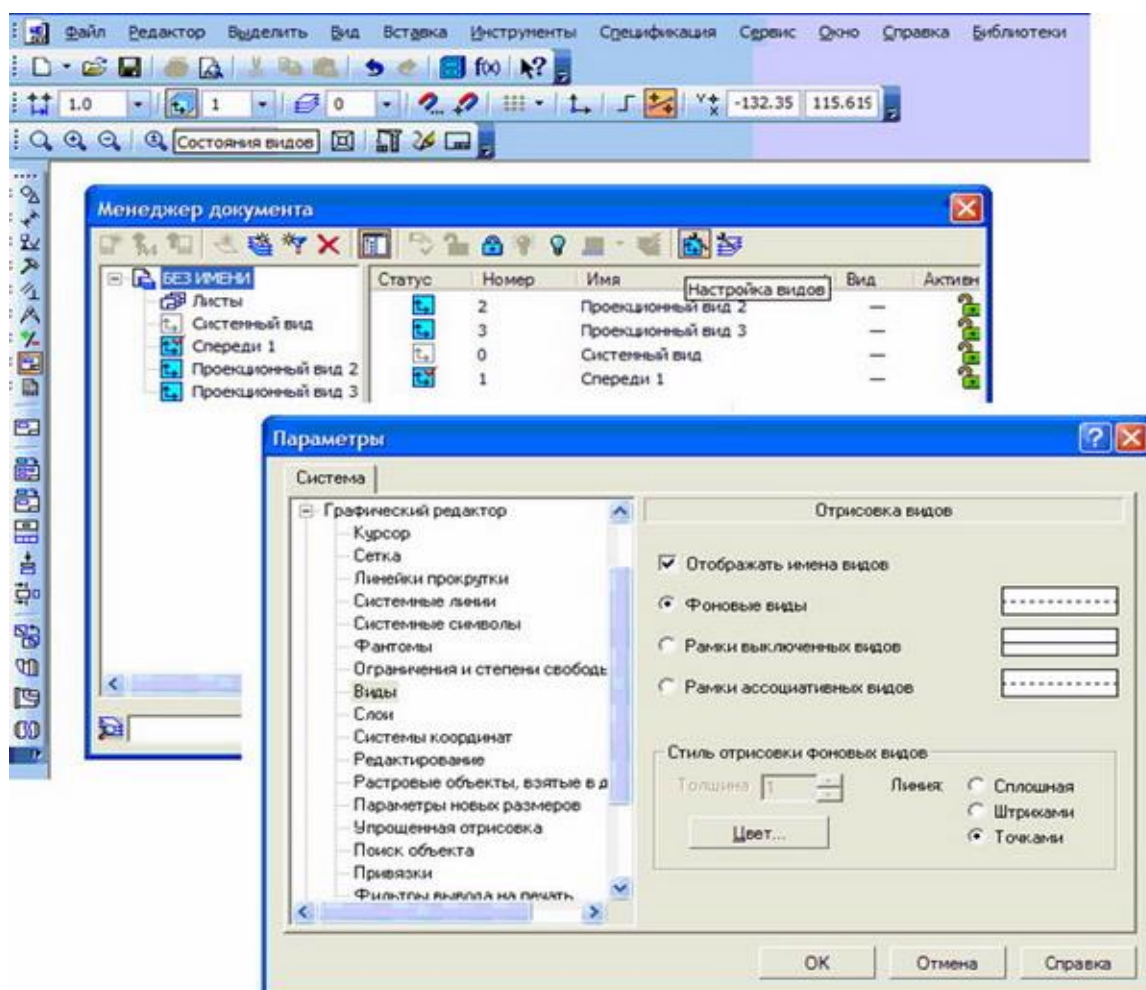

Рис. 48. Установка флажка Отображать имена видов
4. Последовательно нажать кнопки: Состояние видов / Настройка Видов в окне Менеджер документа / установить флажок отображающий имена видов (рис. 48).